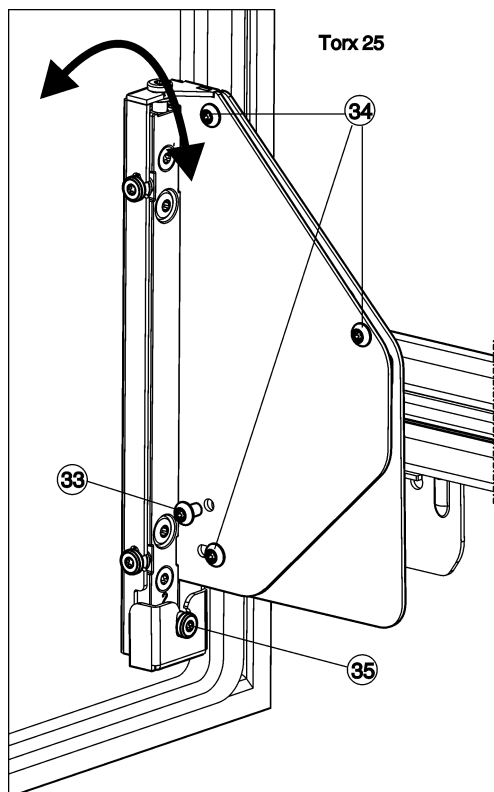

Fig. 26
- ▶ Vijak Fig. 26 (33) v celoti izvijte.
- ▷ Vijak Fig. 26 (33) vrzite med odpadke, ker ni več potreben.
- ▶ Vijake Fig. 26 (34) odvijte s samo 1 do 2 obratoma.
- ▶ Zavrtite vijak za nastavljanje Fig. 26 (35). V smeri urinega kazalca: vrata se zgoraj nagnejo v stran od glavnega dela aparata. V nasprotno smer urinega kazalca: vrata se zgoraj nagnejo k glavnemu delu aparata in spodaj v stran od glavnega dela aparata.
- ▶ Ko končate nastavev nagiba, ponovno zategnite vse vijake Fig. 26 (34).